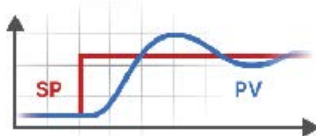

Рис. 4. Ступенчатое изменение задания регулятору
- ▶ ступенчатое изменение задания регулятору (рис. 4);